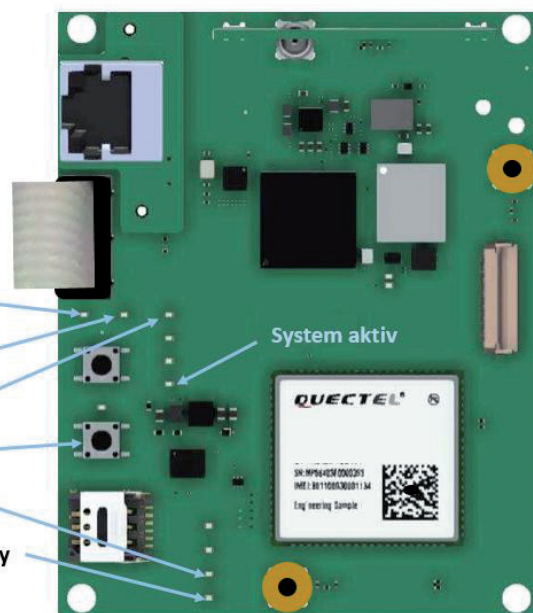

Fig. 16 : LED d'état BACKEND
- ▶ Appliquez la tension secteur à la borne. Après env. 1 min la borne est opérationnelle. Appuyez brièvement sur le bouton SETUP à l'aide d'un outil ou d'un objet électriquement isolé, voir Figure 16 - Bouton et LED WLAN SETUP. La LED SETUP sur le bouton s'allume. La borne de recharge ouvre un accès de configuration propre via un Hotspot (zone d'accès sans fil) WIFI
- ▶ La borne de recharge établit une connexion au routeur existant. La LED BACKEND (allumée) indique que la connexion a été établie correctement, voir fig. 16.